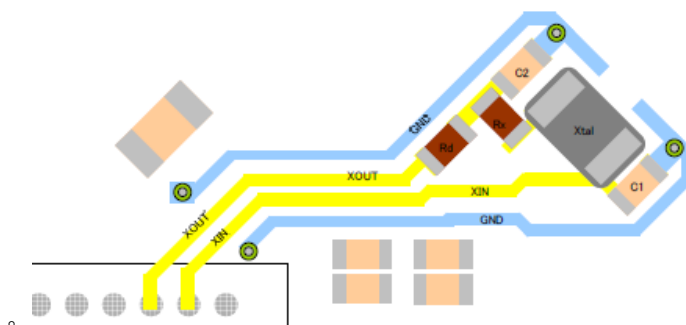

图5-20
32.768KHz晶体包地处理，第二层参考地平面，尽量不要走其它数据线以免对时钟造成干扰，如图5-20。